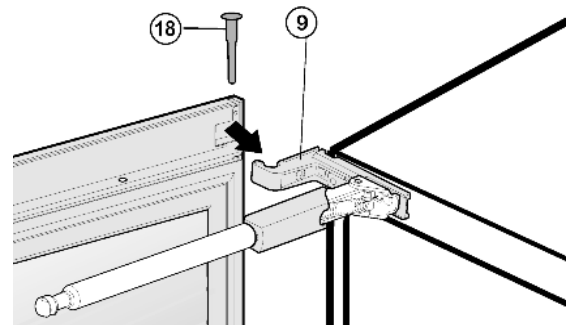

Fig. 18
- ▶ Guider la porte en haut au-dessus du support d'appui Fig. 18 (9) et enficher le pivot Fig. 18 (18).